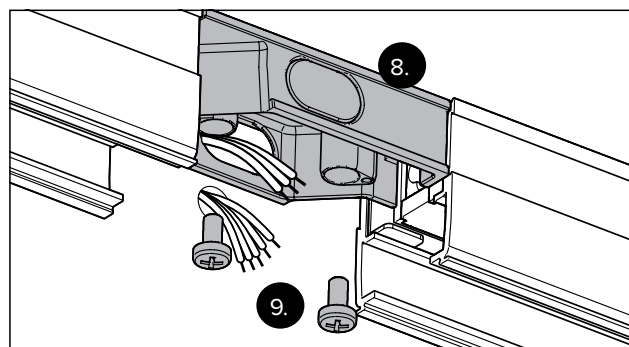

Рис. 17 Установка верхнего предохранителя для пальцев
- Вставьте верхний предохранитель для пальцев (рис. 17).
- Затяните винты на верхнем предохранителе для пальцев (рис. 17).